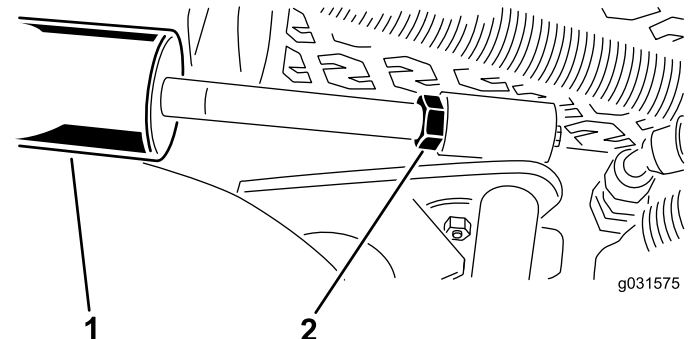

Bild 14
- A. Senken Sie die Schneideinheiten ab und drehen Sie die Klemmmutter am Zylinder heraus (Bild 14).